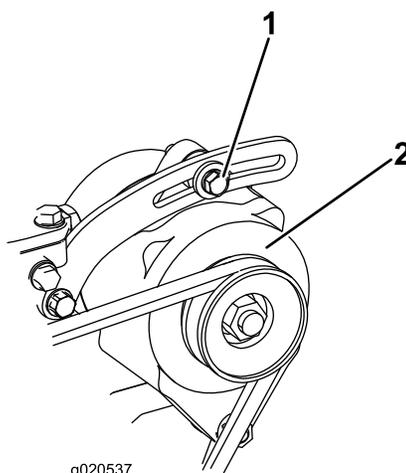

Figure 81
1. Desserrez les boulons de fixation de l'alternateur (Figure 81).